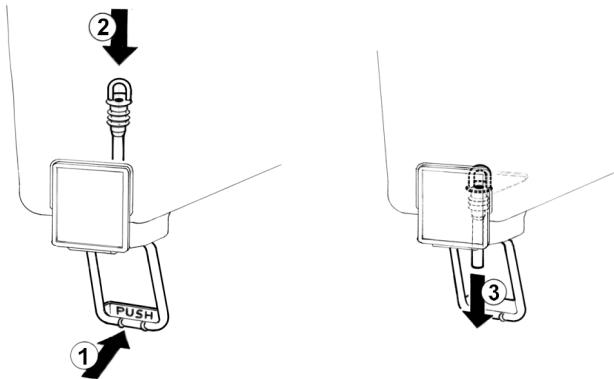

figura 4
- 2 Rubinetto a gommino:** premere (1) la leva comando rubinetto e inserire (2) il gommino rubinetto nel contenitore. Tirare (3) verso il basso l'estremità del gommino fino ad assestarlo completamente (vedere figura 4).